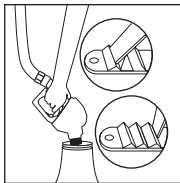

Figure 21
(Ilustración 21)
- Each nozzle should be tested for proper operation prior to being put into service. (See Figure 21)
- Es preciso controlar que cada pistola funcione correctamente antes de ponerlas en servicio. (Vea la ilustración 21)